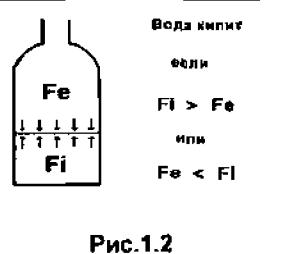

Рис.1.2
- Поверхность воды находится под действием двух сопряженных сил, которые направлены друг против друга (см. рис. 1.2).